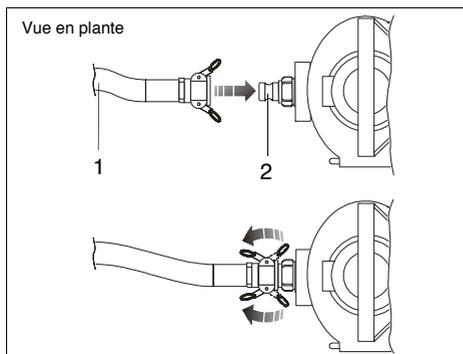

FIG.22 (Connexion du tuyau de transport matériel à la connexion de sortie matériel)
- 1) Connecter le tuyau fourni en dotation (\varnothing ext. 39 mm - L=15 m) (FIG. 22 - Réf. 1) à l'entrée de l'eau de la machine (FIG. 22 - Réf. 2);
- 2) Tirer les leviers latéraux comme indiqué en FIG.22.